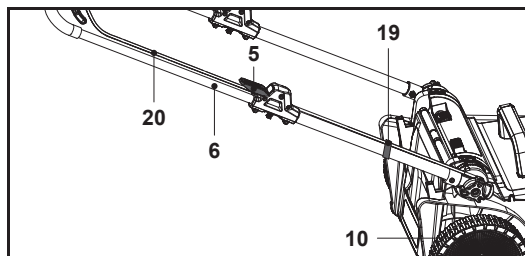

Fig. 4
- Fixer le cordon de commande (20) dans les serre-câbles (19) qui peuvent être préinstallés sur le guidon inférieur (6) (Fig. 4).